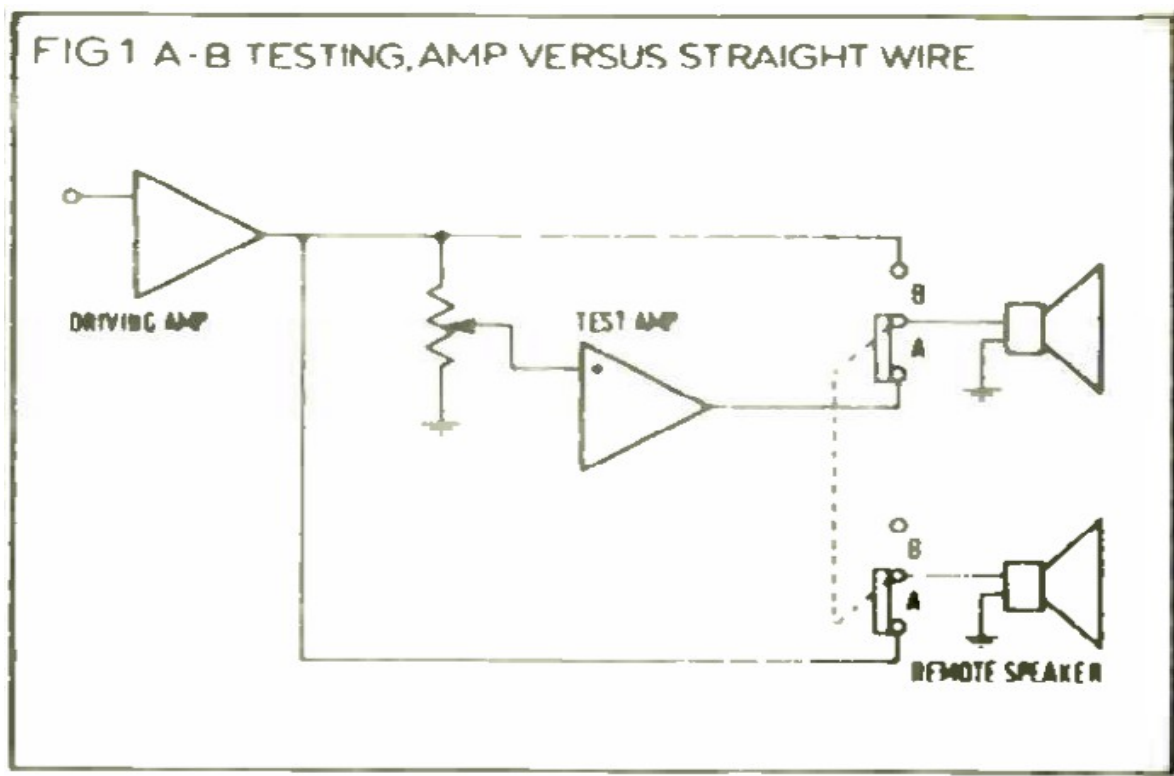

Fig. 1 (overleaf) illustrates the simple setup for making this A-B test.
One half of a stereo amplifier can be used as the driving source for either the other half or for the straight wire. Two subtle points must be observed in this experiment. First, there should be a loudspeaker load on the driving amplifier in the 'A' position. If that speaker load is not used, the test is less stringent as the effect of the speaker on amplifier performance is not taken into consideration. As we shall see later, a change in loudspeaker load can change the performance of an amplifier. Fig. 1 shows the driving amplifier with its own speaker load in the 'A' position and with the test amplifier's load in the 'B' position.
*Одна половина стереоусилителя может использоваться в качестве источника питания либо для другой половины, либо для прямого провода. В этом эксперименте необходимо соблюдать два важных момента. Во-первых, на усилитель в положении «А» должна быть нагрузка от громкоговорителя. Если нагрузка от громкоговорителя не используется, тест становится менее строгим, поскольку влияние громкоговорителя на характеристики усилителя не учитывается. Как мы увидим позже, изменение нагрузки от громкоговорителя может изменить характеристики усилителя. На рис. 1 показан усилитель с собственной нагрузкой от громкоговорителя в положении «А» и с нагрузкой от тестового усилителя в положении «В».*